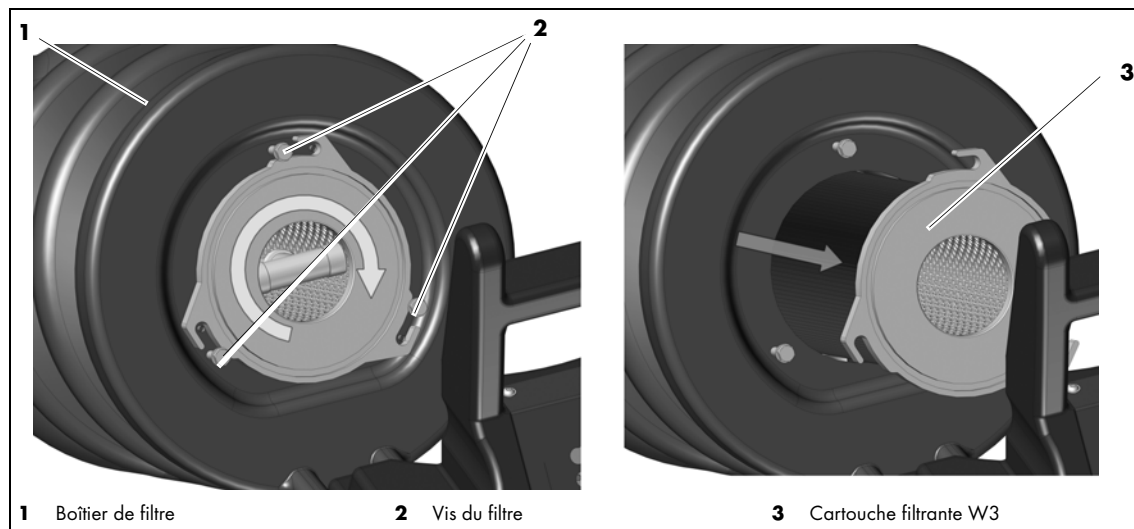

Fig. 14 Remplacement de la cartouche filtrante
- ⇒ Fig. 14 Remplacement de la cartouche filtrante à la page FR-24